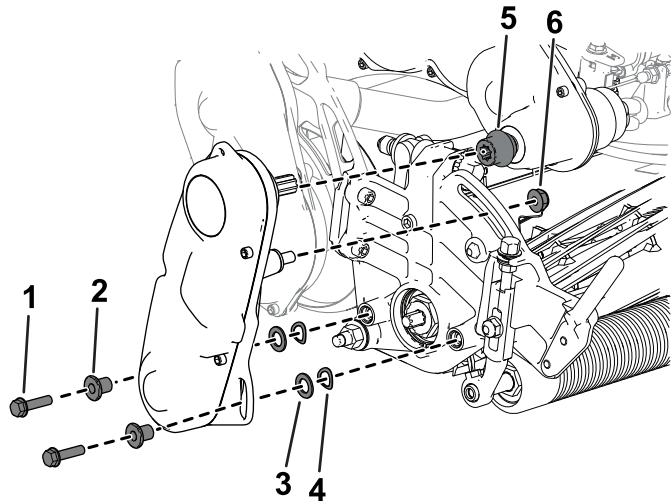

Figura 44
3. Retire el conjunto de transmisión del molinete de la unidad de corte (Figura 44) y guarde las fijaciones.